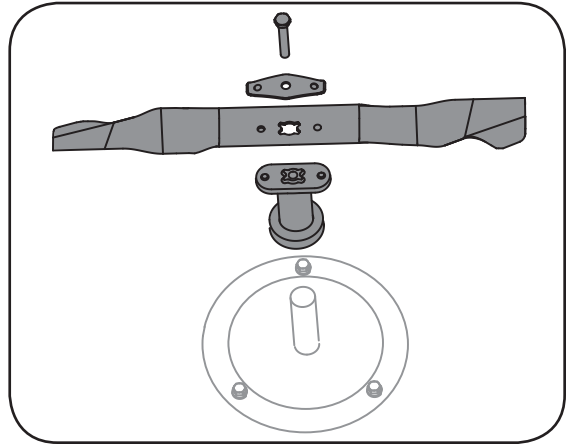

Figure 5-2
9. Placez l'adaptateur de la lame sur le vilebrequin, «l'étoile» à l'opposé du moteur. Voir la Figure 5-2. Placez la lame, le côté sur lequel la mention «Bottom» (ou le numéro de pièce) apparaît, à l'opposé de l'adaptateur. Alignez le support de la lame sur celle-ci en enfonceant les pattes dans les trous de la lame, puis insérez le boulon hex.
3. Enlevez le boulon et le support de la lame qui maintiennent la lame et l'adaptateur sur le vilebrequin. Voir la Figure 5-2.